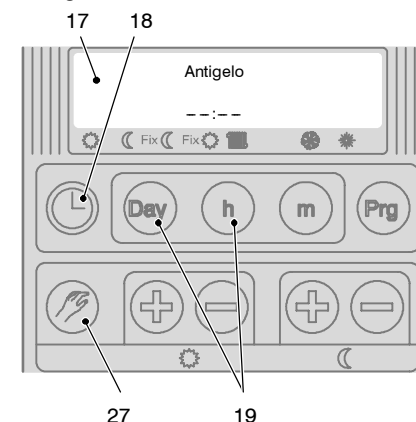

fig. 2.12
- 1 Premere il tasto (27 in fig. 2.12) per più di tre secondi. Sul display (17) compaiono le scritte di fig. 2.12.
sto  (18 in fig. 2.12) e contemporaneamente agire sui tasti **Day e h** (19 in fig. 2.12). Alla scadenza del tempo programmato il cronotermostato riprende a funzionare come prima della sospensione senza bisogno di nuove impostazioni.
- 3 Per uscire dalla programmazione premere il tasto  (27 in fig. 2.12) per più di tre secondi.